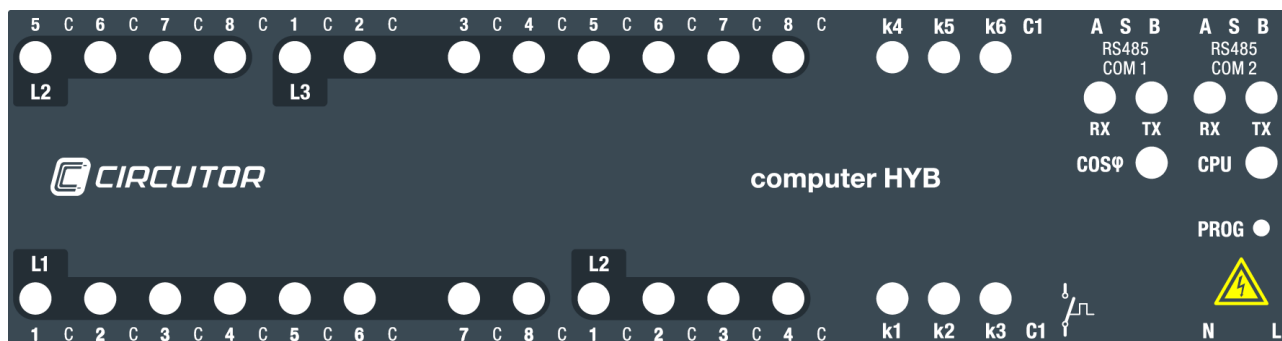

Figura 5: LEDs Regulador Híbrido Computer HYB.
- ✓ LEDs en la carátula frontal, con indicación de escalones conectados, funcionamiento CPU, estado de la comunicación con el CVM-MINI-RS485, señalización de alarmas. Ver la **Figura 5** para una descripción detallada de los LEDs del frontal de **Computer HYB**.
La situación de alarma se indica por una combinación de LEDs encendidos en el frontal del **Computer HYB** (Ver **Figura 5**).
La situación de alarma se indica por medio del LED **cos φ** encendido en el frontal del **Computer HYB**. (Ver **Figura 5**).
Los diferentes LEDs del frontal del **Computer HYB** se muestran en la **Figura 5**.